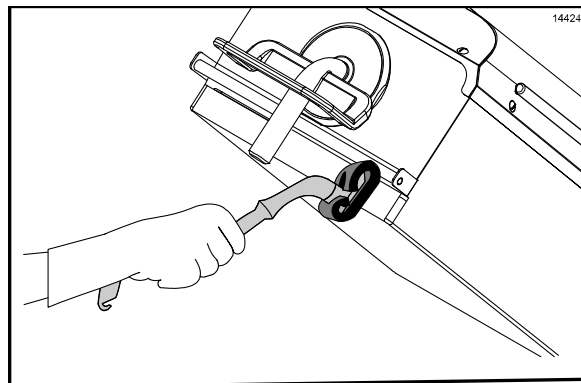

Figure 89
15. Appliquer le **nettoyant pour grill McD haute température (HTGC)** aux côtés avant des plaques en commençant par la plaque de droite, et en terminant par la plaque de gauche (Cf. Figure 89).